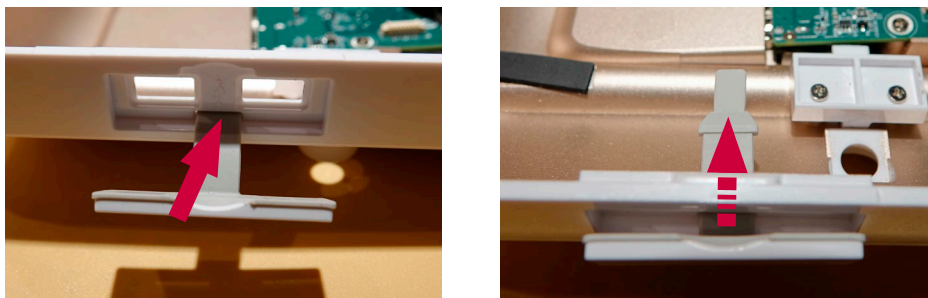

Figura 26 Instalar uma nova tampa USB
- b) **Insira a nova tampa USB a partir do lado exterior da caixa. Empurre cuidadosamente a junta flexível para o devido lugar com uma chave de fendas plana, tendo cuidado para não danificar a borracha (Figura 26)**